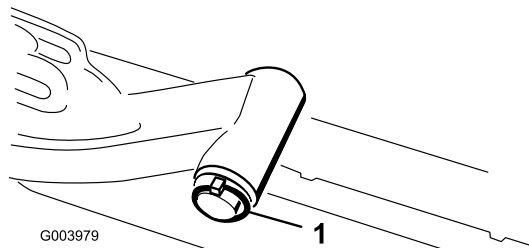

图8
- A. 拆下将提升臂枢轴固定至提升臂的保险销和垫圈，将提升臂枢轴滑出提升臂（图8）。
- C. 将提升臂轴插入提升臂，使用垫圈和保险销将其固定（图8）。